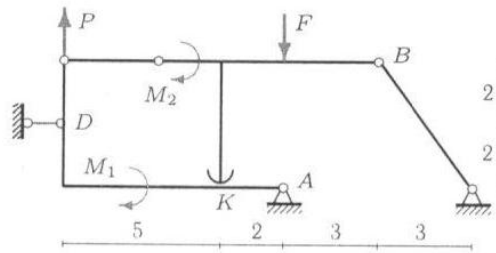

Рис. 3
**Задача 3.** Две части составной рамы соединены шарнирным стержнем и одной стороной связью в точке  $K$  (гладкая опора). На раму действуют заданные нагрузки  $P = 2$  кН,  $M_1 = 4$  кНм,  $M_2 = 6$  кНм и сила  $F$ . Размеры на рисунке даны в метрах (рис. 3). Для каких значений силы  $F$  система находится в положении равновесия?